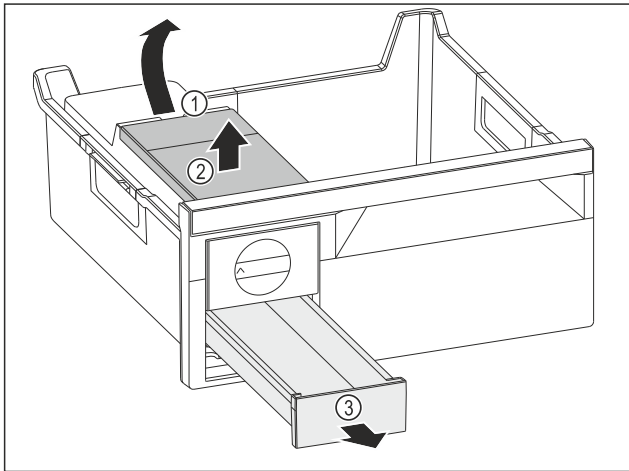

Fig. 75
- ▶ Scoaterea rezervorului de apă: Ridicați rezervorul de apă de la degajare Fig. 75 (1).
- ▶ Scoateți rezervorul de apă Fig. 75 (2) în sus.
- ▶ Scoateți sertarul pentru cuburi de gheață Fig. 75 (3) spre înainte.